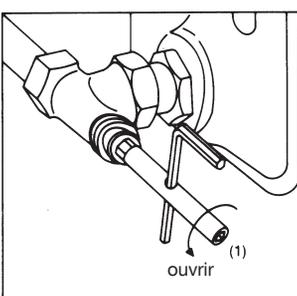

Fig. 5
- 3.3 Desserrer le mécanisme (¼ pas de vis au maximum) à l'aide de la clé à six pans (clé de 10) (1) en la tournant vers la gauche (fig. 5).